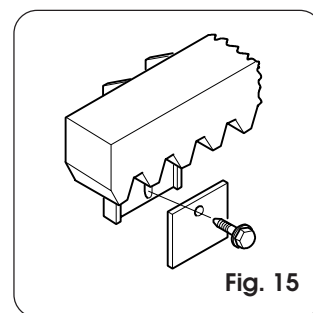

Fig. 15
4.8.3. Nylon tandheugel - vastschroeven (fig. 15)